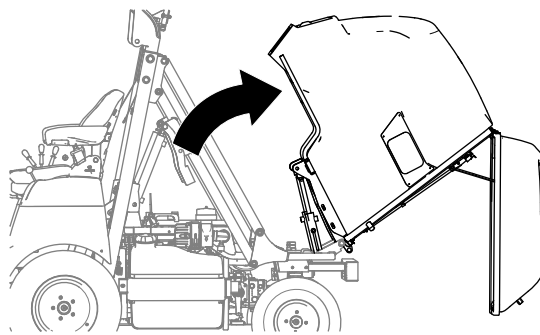

図 56
2. もう一人がホッパーを手で押し上げるようにして後方に **図 56**倒す。